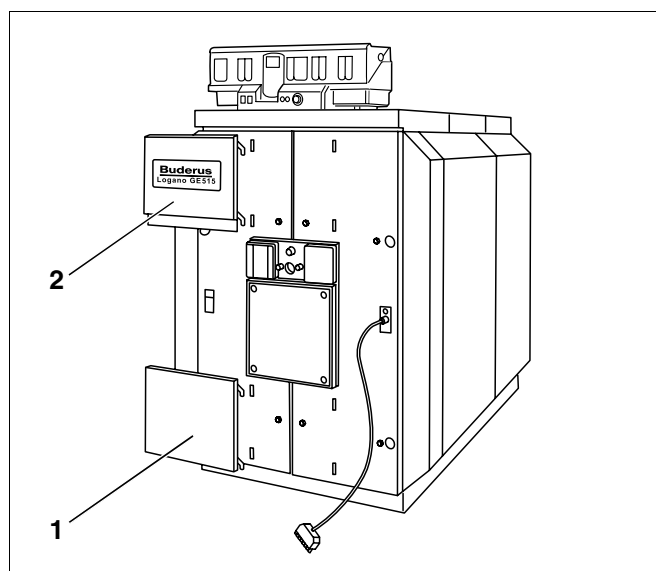

Fig. 58 Montering af dæklåner i brænderdøren
- Hægt brænderdørens afskærmninger fast i brænderdørens beklædning (fig. 58, **pos. 1 og 2**).